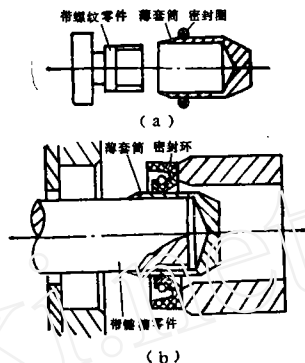

图 3
(3) 密封件经过零件的螺纹、锐边与键槽等部位时,应有专用的薄套筒套在这些部位上进行装配,如图 3 所示。